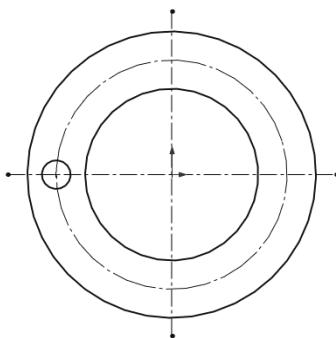

图 3-72 草图
- 打开初始文件“Z3L7.prt”，编辑草图，草图如图 3-72 所示。